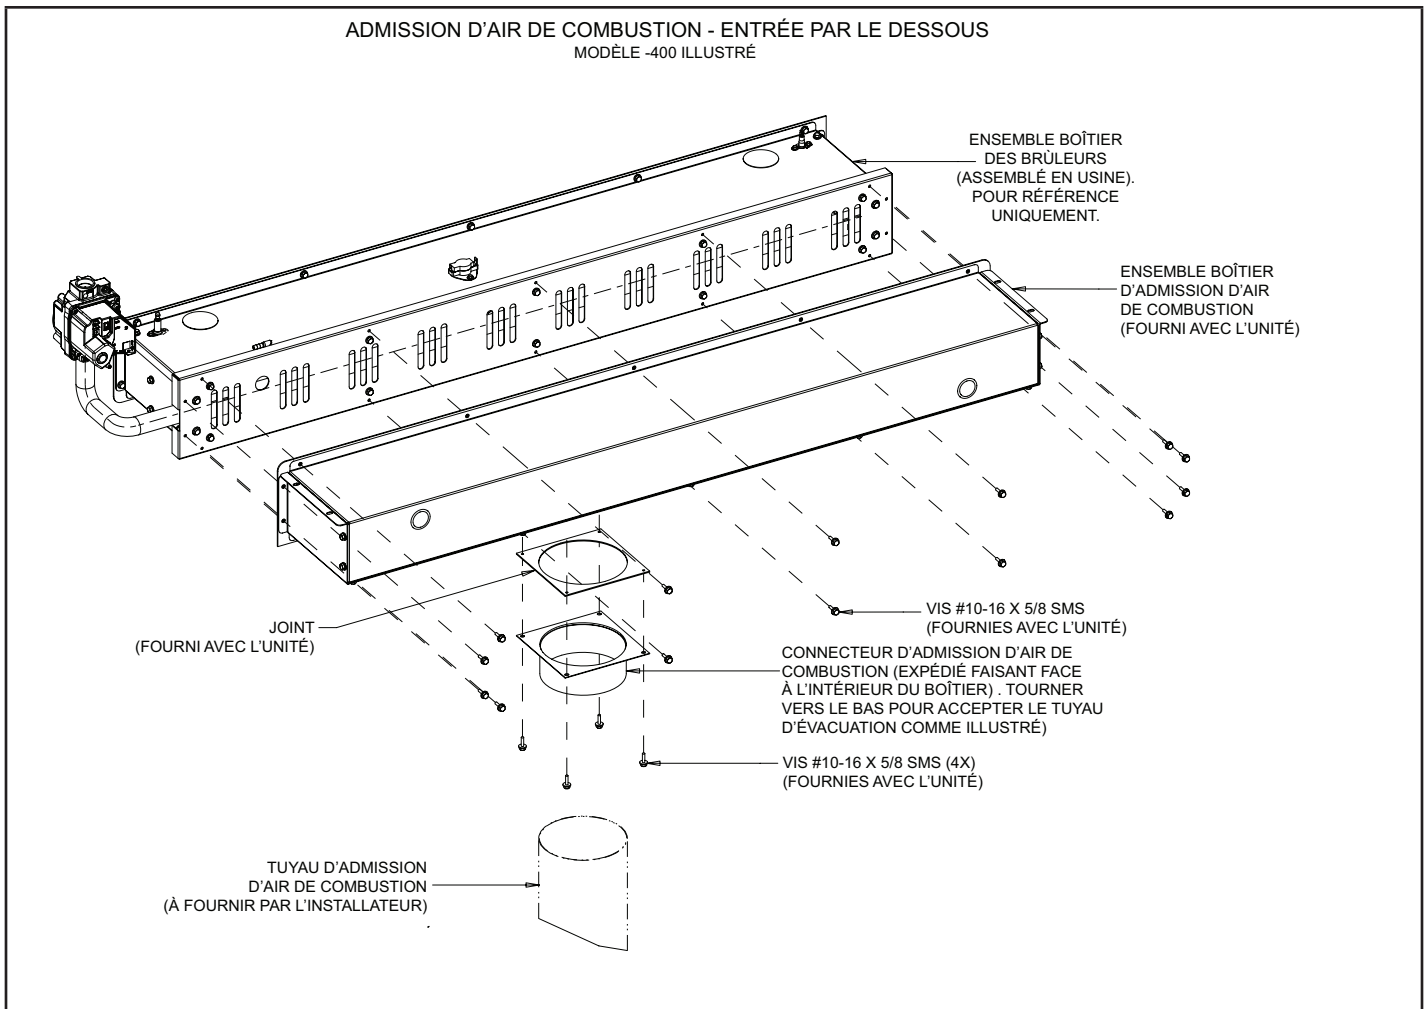
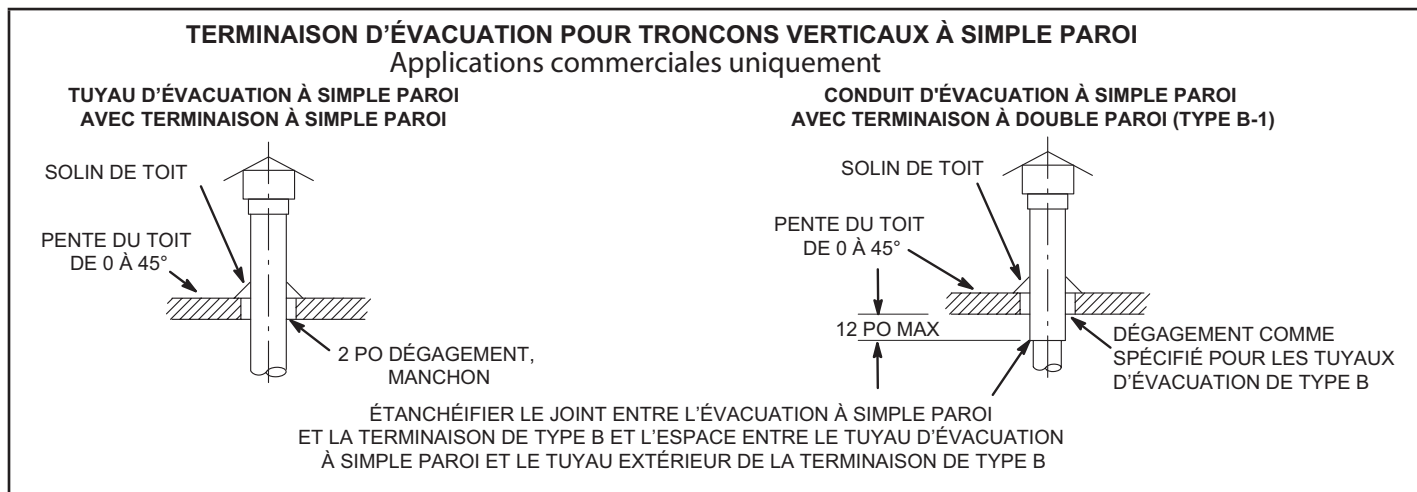

FIGURE 3
FIGURE 4
- 9 - Installer le boîtier d'admission d'air de combustion. Voir la Figure 3 pour l'admission par le dessus et la Figure 4 pour l'admission par le dessous.
- 1 - Ces aérothermes doivent être utilisés avec des cheminées homologuées NFPA ou ANSI, ou des conduits d'évacuation de type B-1 homologués U.L., ou des systèmes de revêtement de cheminée homologués pour l'évacuation des gaz de combustion, comme applicable. Ils doivent également adopter les modifications et respecter les restrictions indiquées à la Figure 4. Étanchéifier les produits d'évacuation à simple paroi conformément à la section **Recommandations et exigences générales**.
- 10 - Le conduit d'évacuation doit dépasser d'au moins 3 pieds (90 cm) au-dessus du point le plus haut de traversée du toit ou du bâtiment. Le conduit d'évacuation doit aussi dépasser d'au moins 2 pieds (60 cm) au-dessus du point le plus haut du bâtiment situé dans un rayon horizontal de 10 pieds (3 m), sauf spécification contraire des codes d'installation ANSI Z223.1 ou CSA-B149. Le conduit d'évacuation doit dépasser d'au moins 5 pieds (1,5 m) du collier du conduit d'évacuation de l'équipement raccordé le plus élevé. Engager le conduit d'admission d'air de combustion sur le connecteur du boîtier d'air de combustion. Voir les Figures 3 et 4.